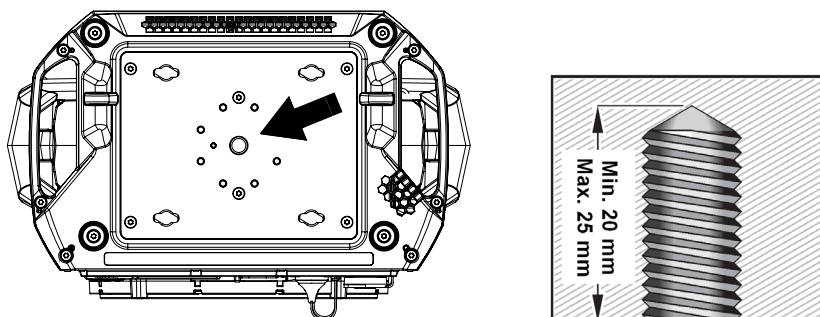

Figure 6. Vis M12 pour suspension avec un collier unique.
- Procurez-vous un collier et une vis M12 adaptés. Voir Figure 6. Lorsque la vis est fermement serrée sur le collier et dans le pas de vis au centre de l'appareil, elle doit pénétrer d'un **minimum de 20 mm** et d'un **maximum de 25 mm** dans la base. Passez la vis dans le collier et vérifiez la longueur restante. Cette longueur doit être dans les limites minimales et maximales. Si ce n'est pas le cas, changez de vis et procurez-vous une vis aux bonnes dimensions.
- Voir Figure 6. Appliquez un peu de Loctite 243 ou un frein filet similaire puis passez la vis dans le collier de suspension et vissez-la dans le filetage au centre de la base de l'appareil. Alignez le collier pour que l'appareil soit correctement orienté lorsqu'il sera suspendu à la structure. Vissez le collier fermement sur la base de l'appareil.